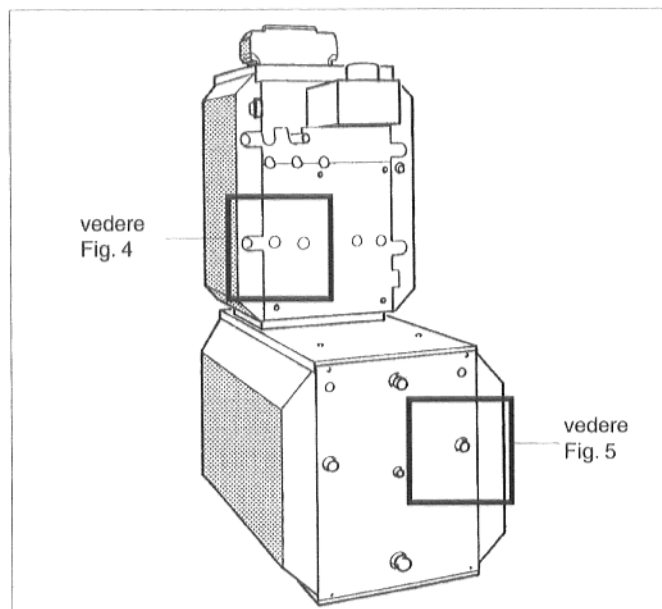

Fig. 3: Vista posteriore prima del montaggio
- Togliere il coperchio di protezione dal ritorno caldaia/accumulatore della caldaia (Fig. 3 e 4).
- Svitare il coperchio di chiusura dal pezzo a T (volume di fornitura caldaia), applicare la guarnizione piatta nel dado a risvolto del pezzo a T ed avvitare forte il pezzo a T al ritorno accumulatore della caldaia (Fig. 3 e 4).
- Applicare la guarnizione piatta nel dado a risvolto del tubo metallico ondulato più corto, preformare il tubo metallico ondulato ed avvitarlo forte al pezzo a T (Fig. 3 e 4).
- Applicare la guarnizione piatta nel dado a risvolto del raccordo a gomito ed avvitare forte il raccordo a gomito al ritorno accumulatore (Fig. 3 e 5).
- Applicare la guarnizione piatta nel secondo dado a risvolto del tubo metallico ondulato ed avvitare forte il tubo metallico ondulato al raccordo a gomito (Fig. 3 e 5).